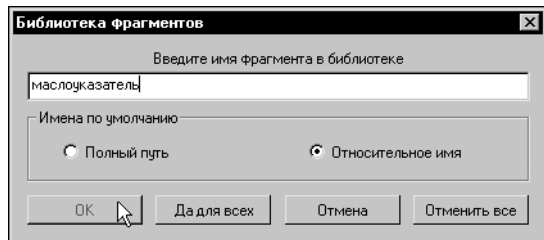

Рис. 45.41. Выбор относительного имени файла фрагмента
3. Для этого выберите вариант **Относительное имя** в группе **Имена по умолчанию**. Закройте диалог, нажав кнопку **OK** (рис. 45.41).